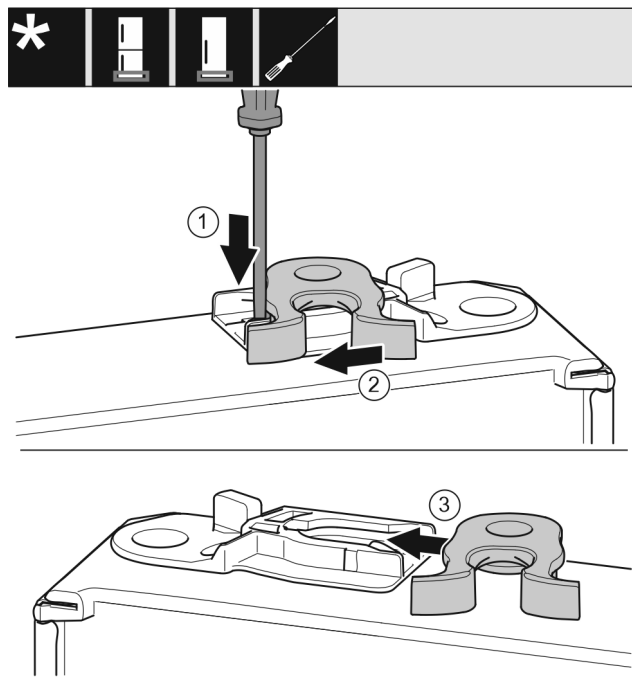

Fig. 18
- ▶ S ploščatim izvijačem potisnite spono navzdol. Fig. 18 (1)
- ▶ Zapiralni kavelj povlecite iz vodila. Fig. 18 (2)
- ▶ Zapiralni kavelj na drugi strani potisnite v vodilo. Fig. 18 (3)